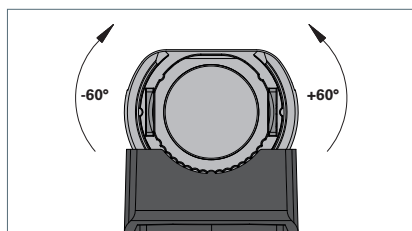

Fig. 6: Orientare l'apparecchio d'illuminazione tra -60° e +60°.
- Ruotare l'apparecchio con un angolo compreso tra -60° e +60° fino a quando l'area di lavoro è illuminata in modo ottimale vedi Fig. 6.